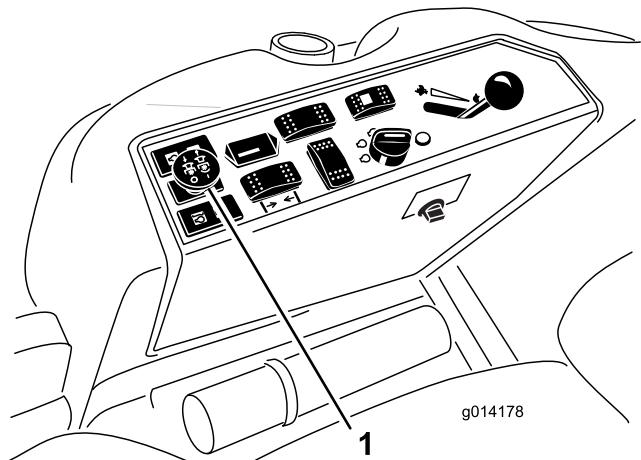

Рисунок 12
- Потяните выключатель механизма отбора мощности, чтобы включить его (Рисунок 12).